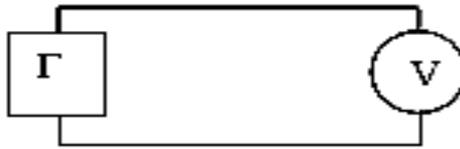

Рис. 4.3. Схема измерения напряжения без согласованной нагрузки
4.31. Соберите схему рисунок 4.3